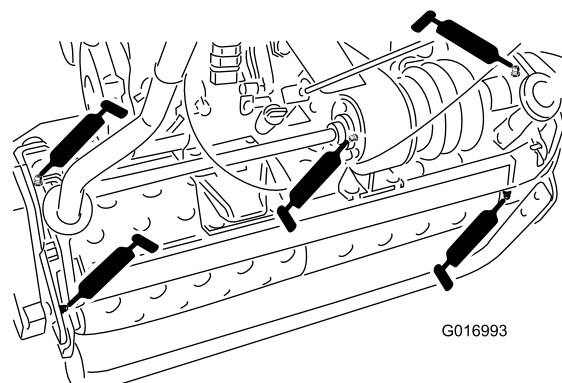

Figura 25
- 2 nos eixos do tambor (Figura 25)
- 3 no diferencial (Figura 25)